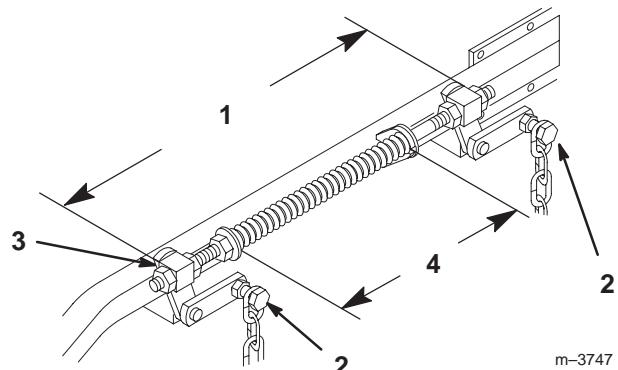

Figure 60
- Desserrez les 4 boulons de chaîne supérieurs dans les fentes. Vérifiez la longueur des ensembles tige/pivot. Il doit exister un écart de 496 mm (19-17/32") entre l'extérieur du pivot arrière et l'extérieur du pivot avant (Fig. 60). Vérifiez que les quatre pivots bougent librement dans les trous.
2. Les ressorts sont comprimés pour obtenir un écart de 279 mm (11") entre les deux grandes rondelles (Fig. 60).
3. Tournez l'écrou devant chaque ressort pour obtenir le réglage voulu (Fig. 60). Tournez l'écrou dans le sens horaire pour raccourcir le ressort et dans le sens anti-horaire pour l'allonger.